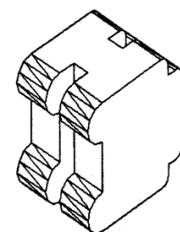

Рис.2 После выдавливания, переноса, копирования и объединения
10) Выберите команду «Сечение» в панели Тела (рис.2):